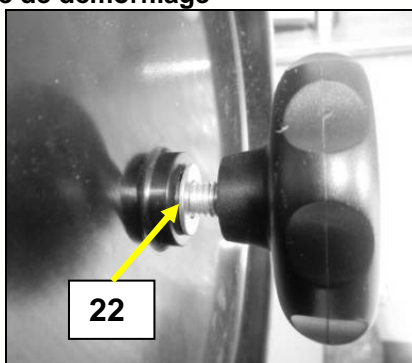

Fig 30
- Retirez la rondelle (22) et le disque usé (Fig 30).